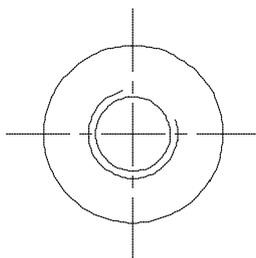

Abbildung 4.11: Gewindebohrung
13. Um das Gewinde wie in Abbildung 4.11 zu konstruieren, geht man wie folgt vor: